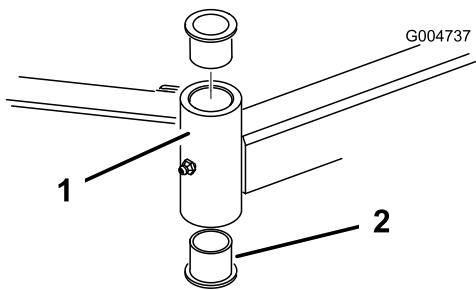

Figura 24
4. Introduza um punção para cavigilhas na zona superior ou inferior do tubo de montagem e retire o casquilho para fora do tubo (Figura 24). Retire igualmente o outro casquilho do tubo. Limpe o interior dos tubos para remover a sujidade.